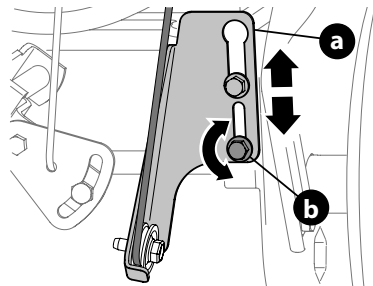

Figure 51
2. Desserrez le boulon inférieur (a) sur le support du câble de la commande d'entraînement (b). Voir (Figure 51).